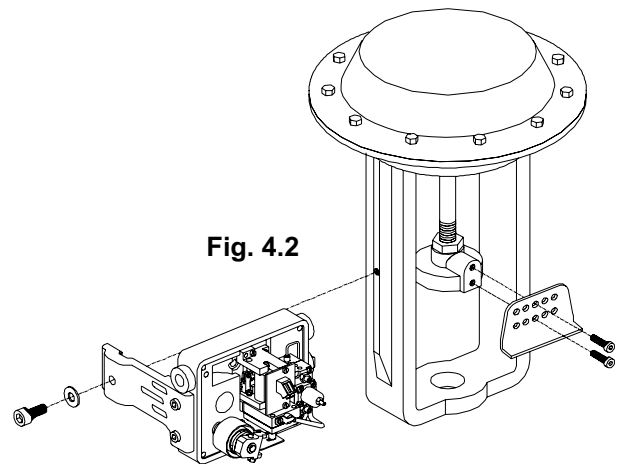

Fig. 4.2
1. Pour l'orientation correcte du positionneur, contrôler la Fig. 4.2